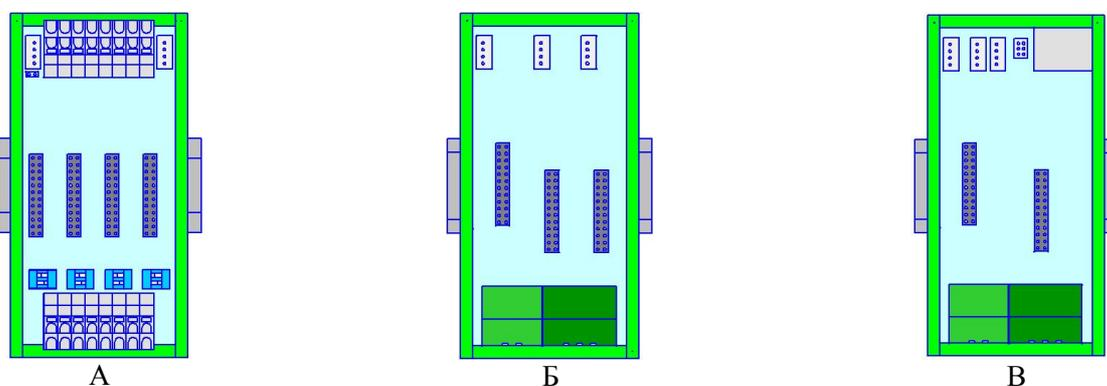

Рисунок 3 – Варианты базовых плат.
- **входа/выхода сигналов**, на 4 модуля входа/выхода, рисунок 3.А;
- **коммутации**, на коммутационный и два коммуникационных модуля, рисунок 3.Б;
- **управления**, на коммутационный и вычислительный модули, рисунок 3.В.